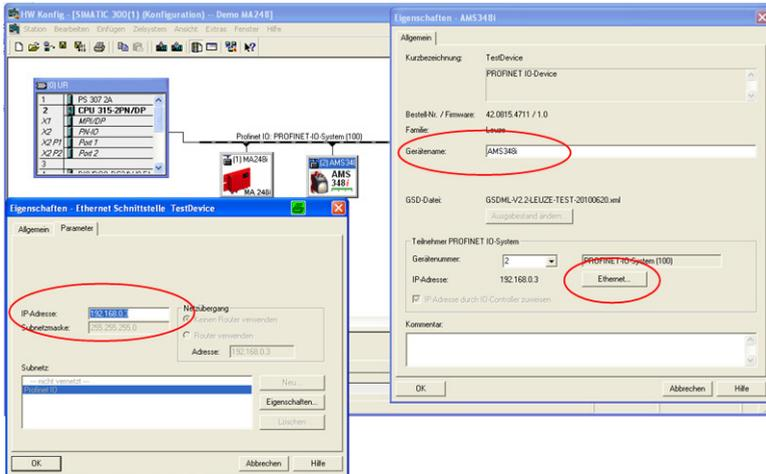

Bild 9.8: Eindeutigen Gerätenamen im Eigenschaftsfenster vergeben
- Zuweisen der Gerätenamen an die projektierten IO-Devices (siehe Bild 9.8)